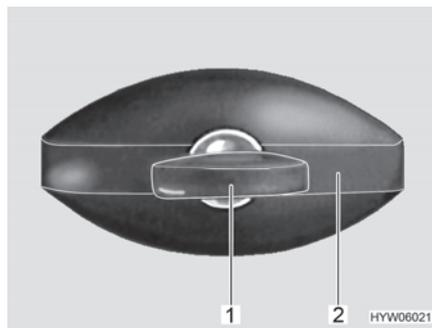

Fig. 27 Cerradura de la trampilla (de forma elíptica, cerrada)
- Introducir la llave en el cilindro de cierre (Fig. 27,1) y girarla un cuarto de vuelta en sentido contrario a las agujas del reloj. El asidero de la cerradura (Fig. 27,2) se abre de golpe.